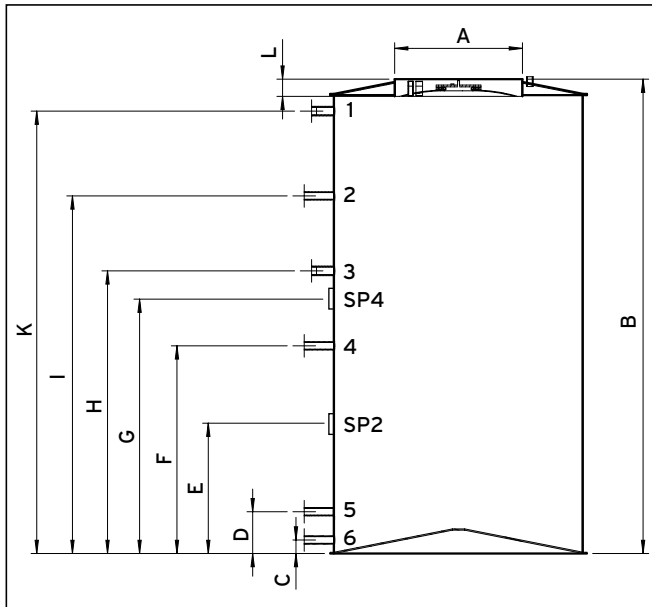

Рис. 3.6 Присоединительные размеры накопителя auroSTOR VPS SC 1000, вид спереди
- Установите тройник с шаровым краном к подключению входа для повышения температуры (6, рис. 3.6), чтобы можно было заполнять и опустошать накопитель.
- Установите трубопроводы для входа для повышения температуры (**6**, рис. 3.6) на накопителе.
- Установите трубопроводы для выхода для повышения температуры (**3**, рис. 3.6) на накопителе.
- Установите трубопроводы для подающей линии гелиоустановки (**4**, рис. 3.6) на накопителе.
- Установите трубопроводы для обратной линии гелиоустановки (**5**, рис. 3.6) на накопителе.